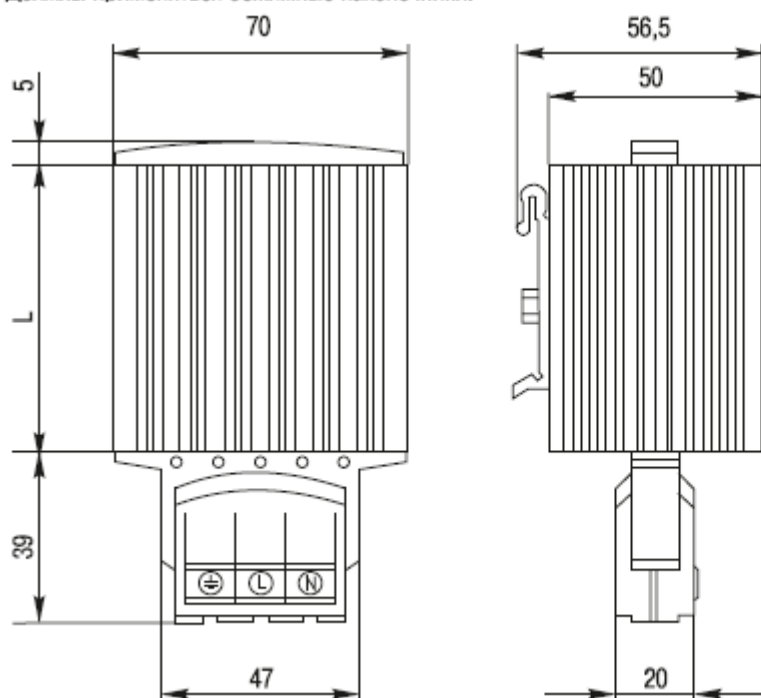

Рисунок 1
2.1 Установить обогреватель в электротехнический шкаф на рейку типа **THG** согласно IEC 60715. Обогреватель должен быть расположен вертикально (рисунок 1).